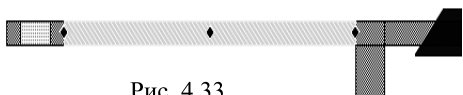

Рис. 4.33
1. Дважды щёлкните левой кнопкой мышки по элементу топологии **MTRACE2**. На проводнике появятся синие ромбики, как показано на рис. 4.33.